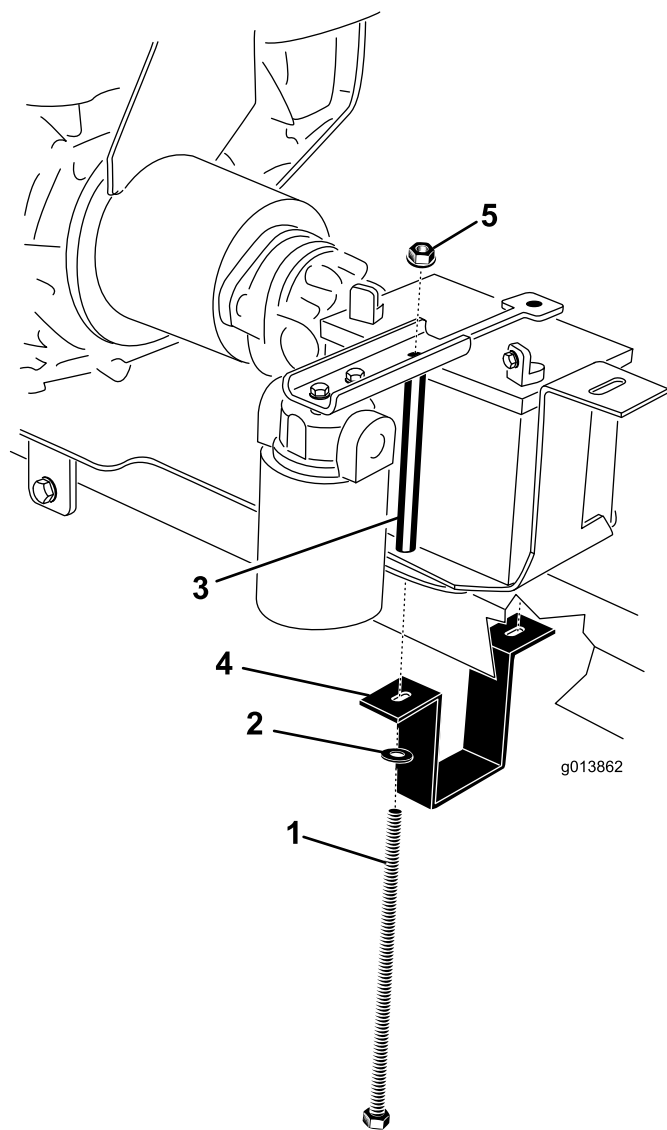

図8
11. バッテリートレイにバッテリーを載せる端子が図8のようになるように載せること。
12. バッテリーにバッテリー押さえを取り付ける図8。
13. バッテリー取り付け用ストラップを、ヒッチチューブの下に保持する図8。
14. 右側では、ワッシャ、バッテリー押さえストラップ、エンジン取り付けプレート、バッテリートレイ、バッテリーボルトスペーサ、バッテリー押さえを貫通させて、ボルトを取り付ける。そしてフランジナットで仮止めする図8。
15. 左側では、ワッシャ、バッテリー押さえストラップ、エンジン取り付けプレート、バッテリートレイ、バッテリーボルトスペーサ、バッテリー押さえを貫通させて、ボルトを取り付ける。そしてフランジナットで仮止めする図8。